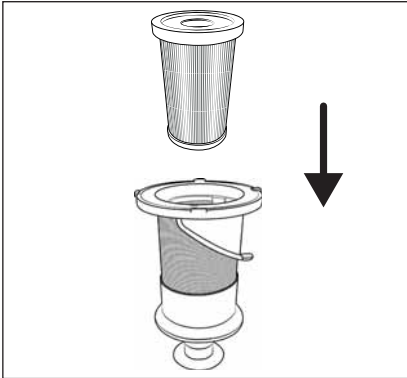

Abb. 24
① Hinweis
- 7) Setzen Sie den EPA-Filter **5** in den Edelstahlfilter **6** ein (siehe Abb.24).